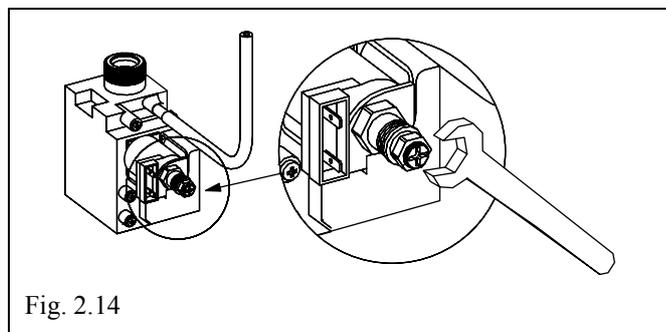

Fig. 2.14
- scollegare la presa di compensazione (4) della valvola gas (solo B.S.I.);
- collegare un capo del manometro alla presa di pressione (2) a valle della valvola gas;
- togliere il cappuccio di protezione della vite di regolazione (3).
- con una chiave a tubo 10 mm - o apposito strumento - agire sulla valvola (Fig. 2.14) e regolare il massimo meccanico (APPENDICE D - TABELLA PRESSIONI GAS, PAG. 95);